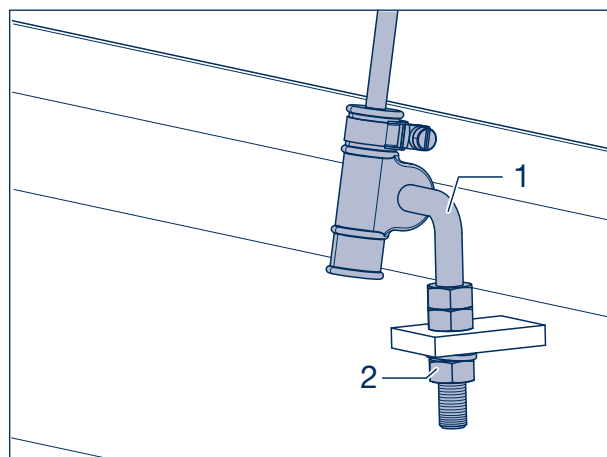

Рисунок 32
- [42] Вставить шарнирное соединение (рисунок 32/1) клапана пневматической подвески в лапку и закрепить гайкой (рисунок 32/2) и пружинным кольцом.